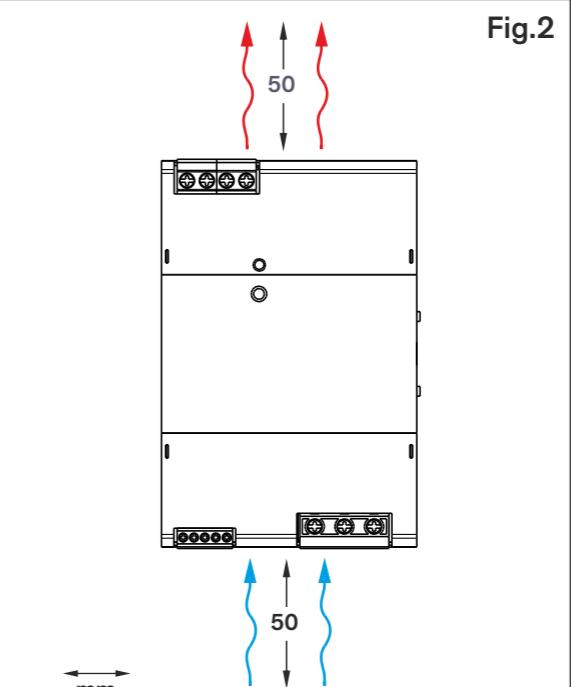

Fig.2
- Il cablaggio dell'alimentatore deve essere dotato di fusibili di portata adeguata. Dev'essere garantito un sufficiente raffreddamento. Fig.2.